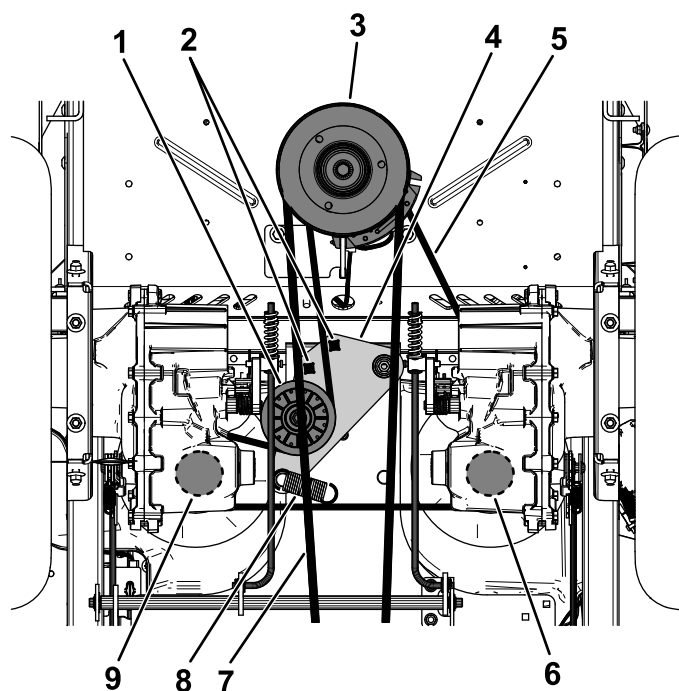

Figure 81
5. Insérez un rochet de ½ pouce ou une poignée articulée dans les trous carrés du bras de la poulie de tension pour détendre le ressort de la poulie de tension (Figure 81).
6. Retirez la courroie existante de la poulie de tension, des 2 poulies d'entraînement de pompe hydraulique et de la poulie du moteur (Figure 81).
7. Chaussez la courroie neuve sur la poulie de tension, la poulie du moteur et les 2 poulies de la pompe hydraulique (Figure 81).